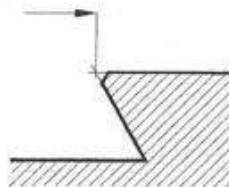

Figura 4
4.1.3.1 Cuando se cruzan dos líneas de referencia, éstas deben extenderse ligeramente más allá del punto de intersección (figura 4).